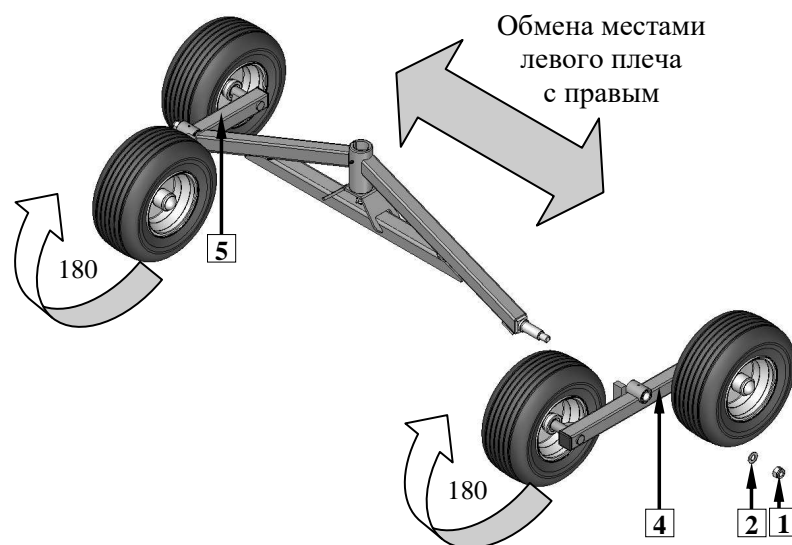

Рис. 22. Увеличение высоты сгребания при помощи ходовой тележки
- На торфяных лугах существует возможность увеличить расстояние между сгребальными пальцами и землей за счет переустановки плечей колес ходовой тележки. Открутить гайку (1) и снять подкладку (2), плечо переднее (3) выдвинуть и повернуть о 180°. Плечи левые (4) правые (5) повернуть о 180° и заменить местами (Рис. 22),